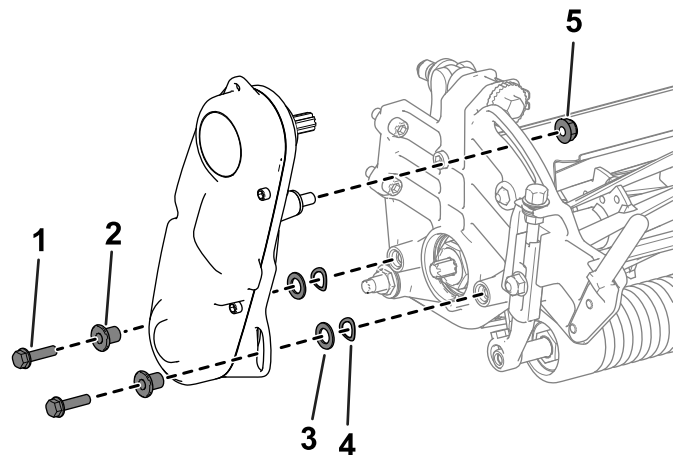

図 3
1. リール駆動アセンブリをサイドプレートに固定している部品を外す 図 3。
2. サイドプレートから、リール駆動アセンブリ、平ワッシャ、スプリングワッシャ、スペーサを外す 図 3。